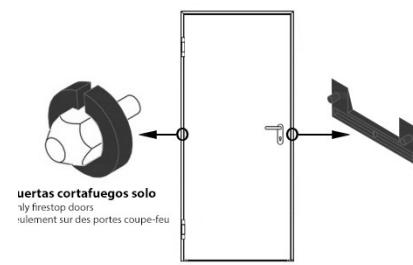

Fig. 4
- > Una vez atornillado el marco a la obra, retirar los elementos de protección de la hoja. Fig. 4.